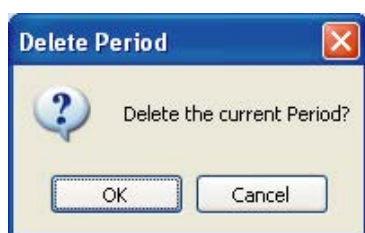
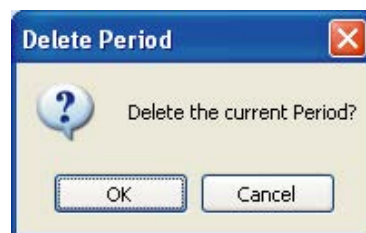

Рис. 4-35
Рис. 4-36
g. Кнопка Delete («Удалить») (См. пункт ④ на Рис. выше) — выберите интервал и нажмите на данную кнопку – данный интервал недельного таймера будет удален. Нажмите на данную кнопку, на экране откроется окно, как показано на Рис. 4-35, после чего нажмите на кнопку “OK” для удаления интервала. При успешном удалении интервала недельного таймера должно открыться окно, как показано на Рис. 4-36.